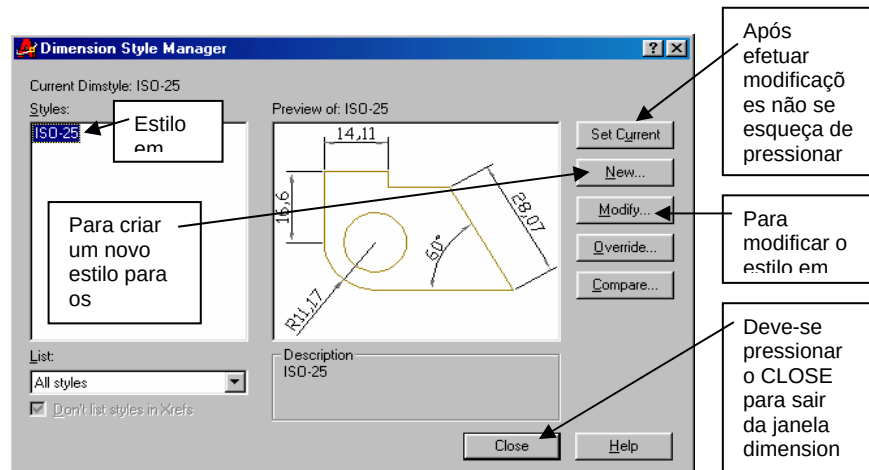

Figura 6.5 – Janela Dimension Style Manager
1. Acesse a opção por meio de uma das formas apresentadas anteriormente. Na área de trabalho aparecerá uma janela similar à apresentada na figura 6.5.
8. Pressione o botão OK com o auxílio do mouse, que fica na parte inferior da janela Modify Dimension Style. O programa retornará para a janela Dimension Style Manager (figura 6.5).